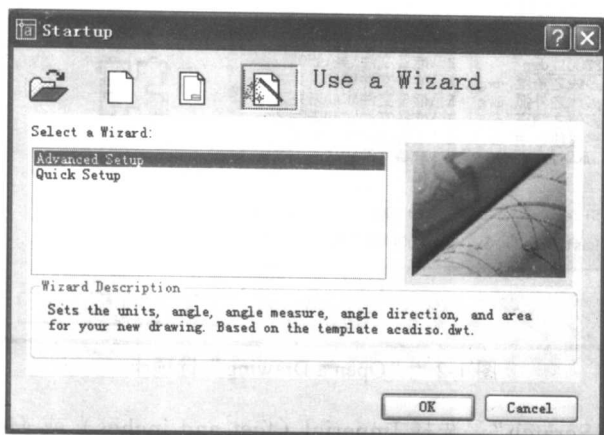
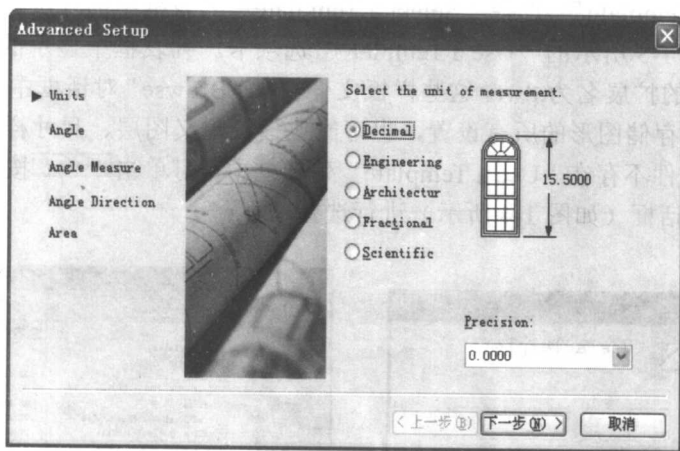

图 1-5 “Use a Wizard” 选项卡
图 1-6 “Advanced Setup” 对话框
(4) “Use a Wizard” 分为使用 “Advanced Setup” 向导或 “Quick Setup” 向导设置, 如图 1-5 所示。选择 “Advanced Setup” 选项, 点击 按钮, 弹出如图 1-6 所示的 “Advanced Setup” 对话框。在该对话框中, 用户可设置单位类型以及绘图精度。